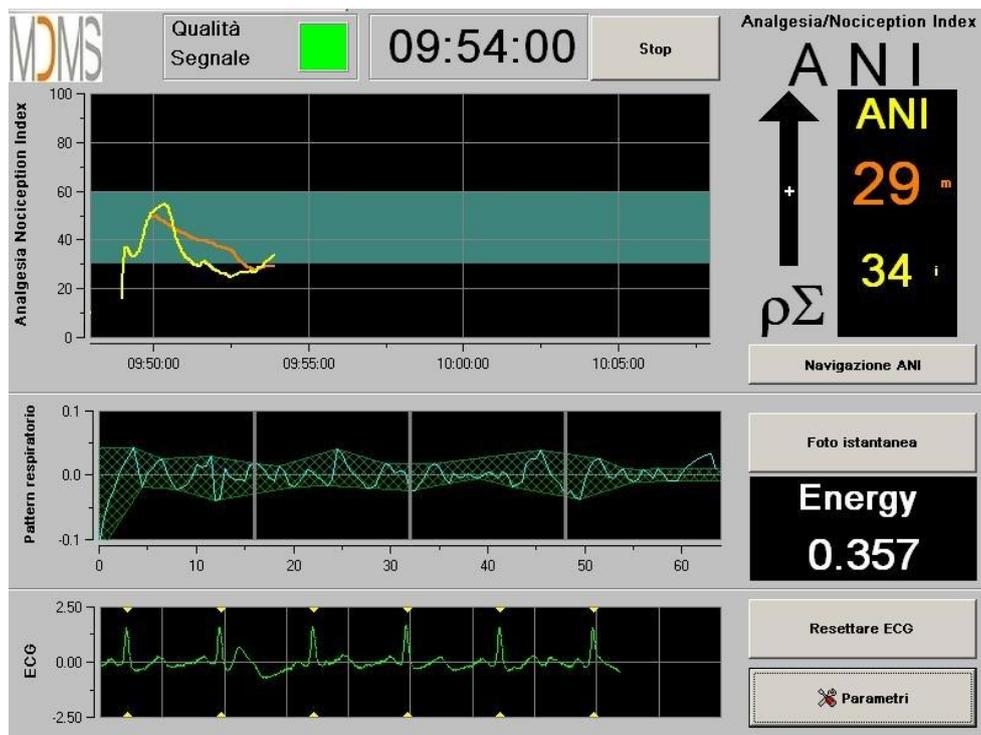

Figura 21
- **Modalità "Esperto":** pattern respiratorio e una funzione supplementare: l'Indice "Energy" (figura 21)